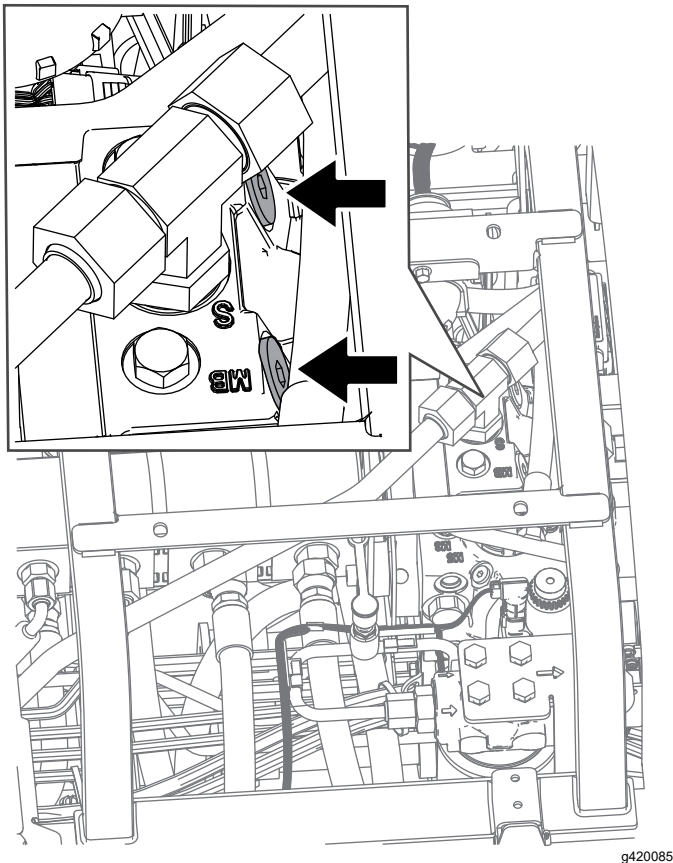

Bild 37
2. Suchen Sie unter dem Sitz das Sicherheitsventil auf der Oberseite des Hydrostatikantriebs (Bild 37).